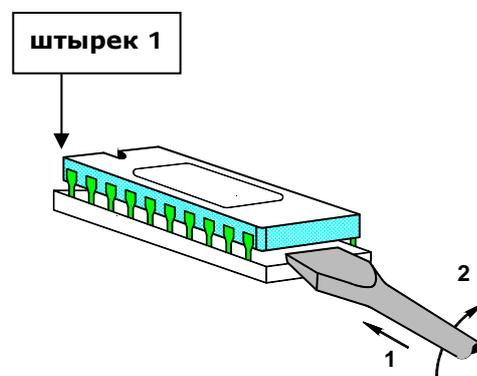

Рис. 2
- Затем осторожно извлеките старое EEPROM, используя отвертку (см. рис. 2).